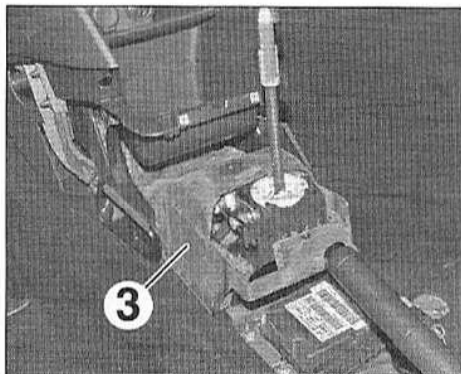

FIG.17
- l'insonorisant (3) (Fig.17),